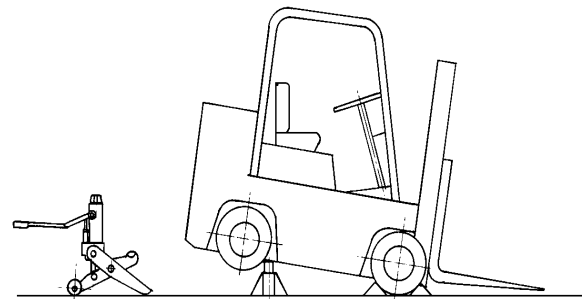

Figure 1
- Mettez les chandelles sous les essieux avant de travailler sur le véhicule. Se reporter à la figure 1.